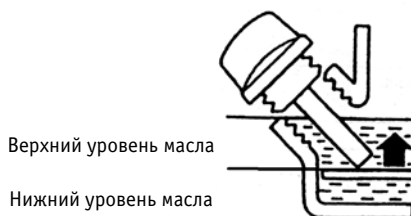

Рис. 9
3. Снимите крышку заливной горловины с масляным щупом. Если уровень низкий, медленно добавьте масло до уровня между верхним (H) и нижним уровнем масла (L) (**рис. 9**).